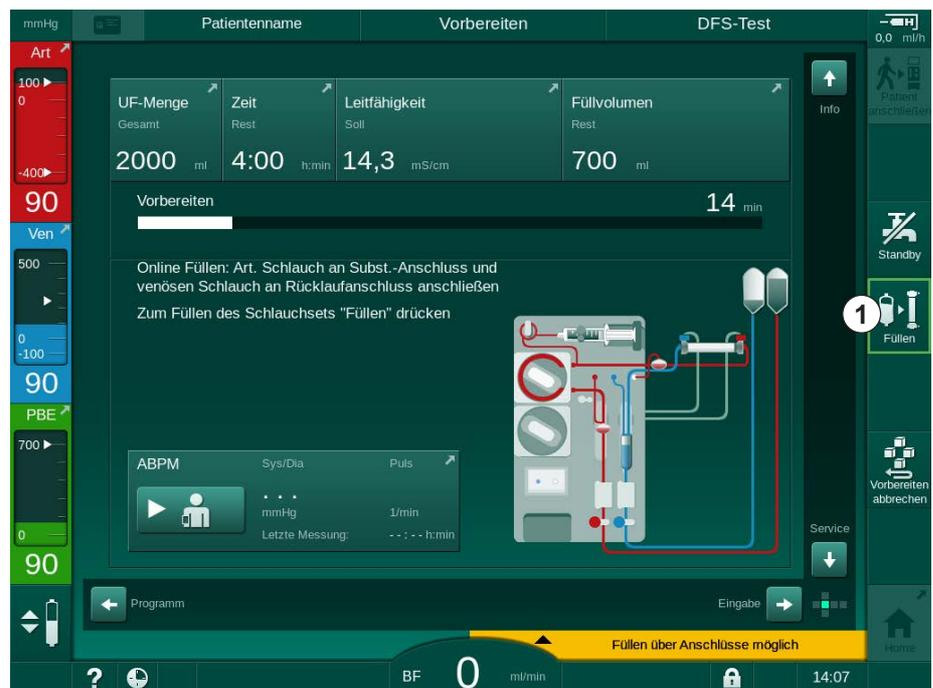

Abb. 3-16 Hervorgehobenes Icon *Füllen*
Muss eine Schaltfläche berührt werden, um in die nächste Betriebsphase des Geräts zu wechseln (z. B. Füllen starten oder zur Therapie wechseln), wird diese Schaltfläche mit einem blinkenden Rahmen hervorgehoben (siehe Abb. 3-16, ①).